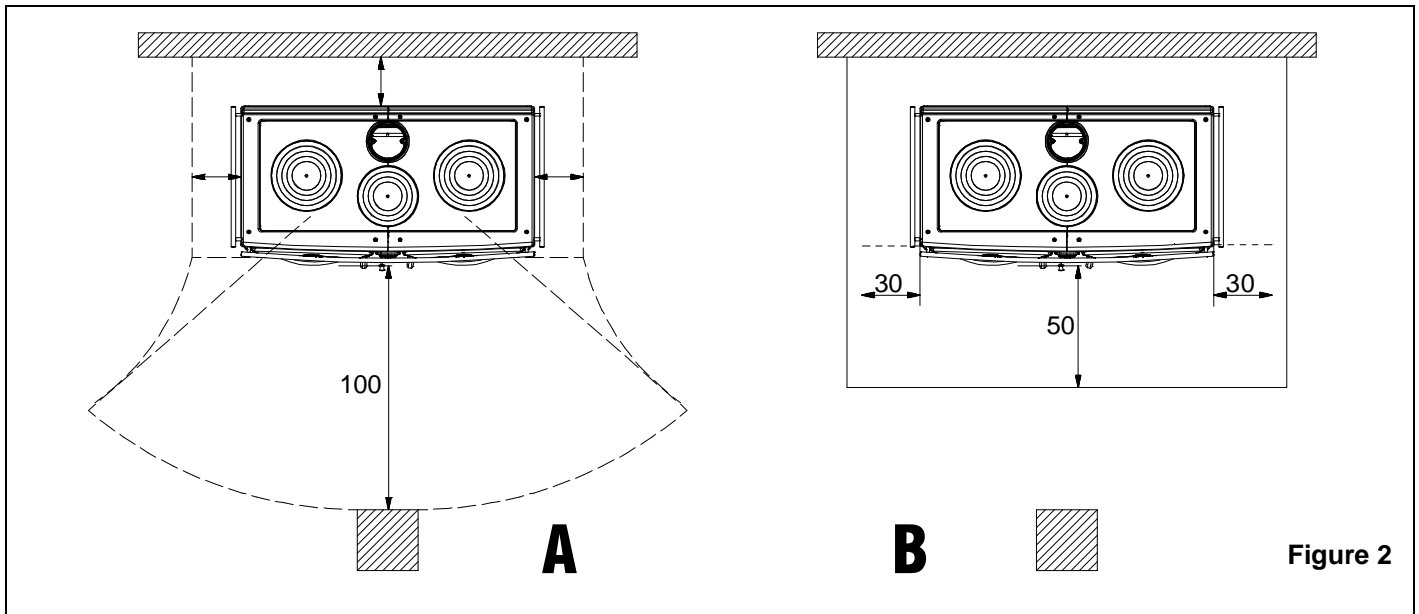

Figure 2
- a) pour assurer une isolation thermique suffisante, respecter la distance minimale de sécurité entre le poêle et les éléments de construction et objets inflammables et sensibles à la chaleur (meubles, revêtements en bois, tissus, etc.) (voir Figure 2). **Toutes les distances minimales de sécurité sont indiquées dans l'étiquette du produit et on ne doit PAS descendre au-dessous des valeurs indiquées.**
- c) si le produit est installé sur un sol de matériau inflammable, prévoir une base ignifuge. **Les sols composés par matériaux inflammables**, comme moquette, parquet ou liège etc., **doivent être remplacés** par une couche de matériel pas inflammable, par exemple céramique, pierre, vitre ou acier etc.. (dimensions selon les dispositions régionales). Le fond doit dépasser frontalement d'au moins **50cm** et latéralement d'au moins **30cm** au-delà de l'ouverture de la porte de charge. (Figure 2 Pos. **B**)